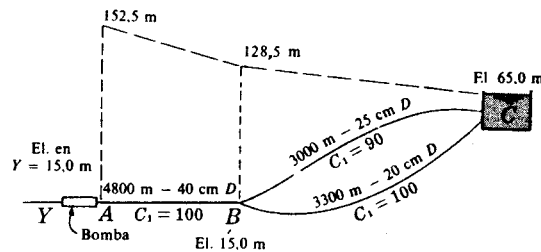

Fig. 8-5
12. En el sistema de la Fig. 8-5, determinar las alturas de presión en *A* y *B* cuando la bomba manda un caudal de 140 l/seg. Dibujar la línea de alturas piezométricas.